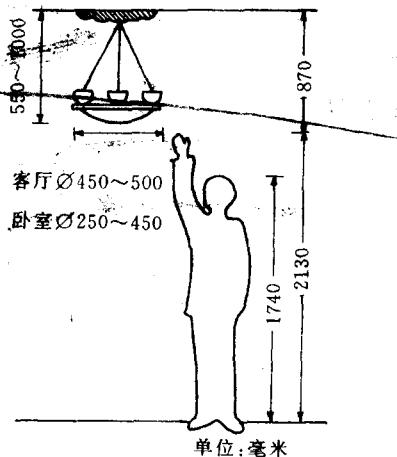

图 1-7 吊灯的适宜尺度
(4) 吊灯和顶灯。吊灯、顶灯一般用在起居室、卧室、书房、办公室、会议室等地方，作为基本照明。吊灯的适宜尺度如图 1-7 所示。多火吊灯或顶灯在安装时最好采用多根导线，以便根据需要选择点亮。